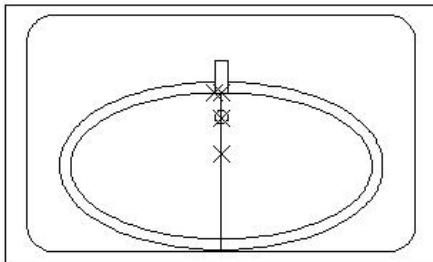
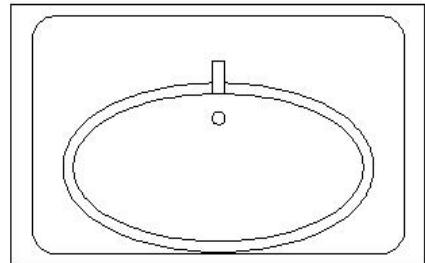

图 3-28 绘制小圆
图 3-29 删掉辅助线和辅助点
10、按 Enter 键, 绘制的小圆如图 3-28 所示。选择辅助直线和辅助点, 按 Delete 键删除, 效果如图 3-29 所示。